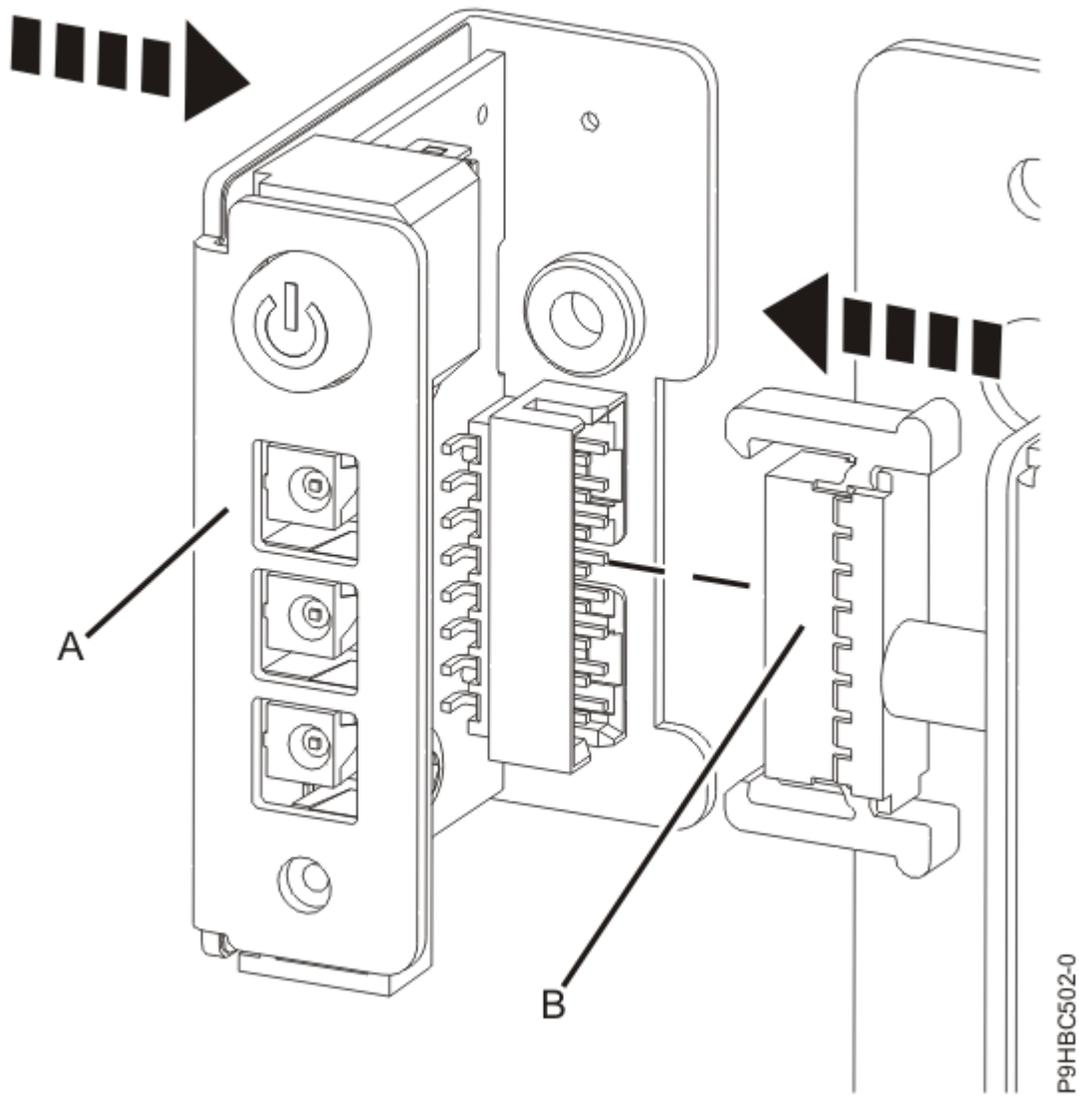

Abbildung 72. Steuerkonsole und Kabel bei einem Einschubsystem anschließen
2. Schließen Sie das Steuerkonsolenkabel **(B)** an der Steuerkonsole **(A)** an (siehe Abbildung 72 auf Seite 77 oder Abbildung 73 auf Seite 78).